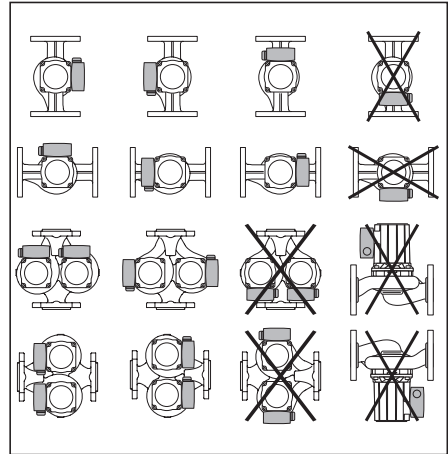

Abb. 2
- Spannungsfreie Montage mit waagrecht liegender Pumpenwelle durchführen (siehe Einbaulagen nach Abb. 2).